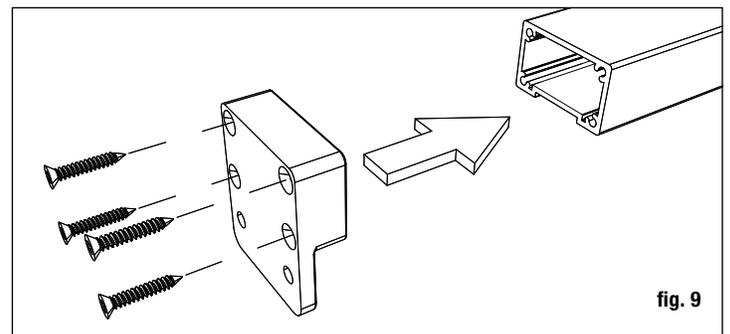

fig. 9
Paso 7 Coloque los soportes en los extremos del barandal. Fije los soportes al barandal con un tornillo que pase a través de la parte trasera del soporte y en cada taquete de tornillo interno (fig. 9).